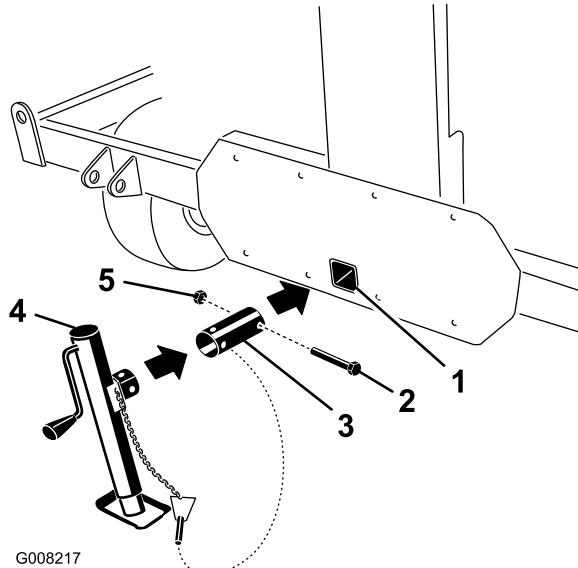

Figure 8
- Insérez le tube du cric dans le trou de montage de la barre d'attelage (Figure 8).
- À l'aide du boulon et de l'écrou retirés précédemment, fixez le tube sur le ProCore (Figure 8).
- Emboîtez le cric sur le tube, alignez le trous de montage et fixez le tout avec la goupille à anneau (Figure 8 & Figure 9).